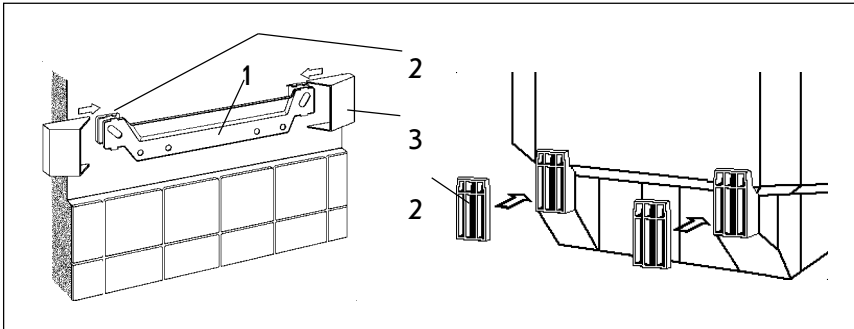

Рис. 5
- Установить монтажную планку (рис.5, поз.1). Использовать монтажный шаблон. Крепежный материал подбирается в зависимости от прочности стены. Неровности стены исправляются за счет прилагаемых специальных деталей (толщина 5 мм, рис.5, поз.2).
- Установить чехлы на монтажной планке (рис.5, поз.3).